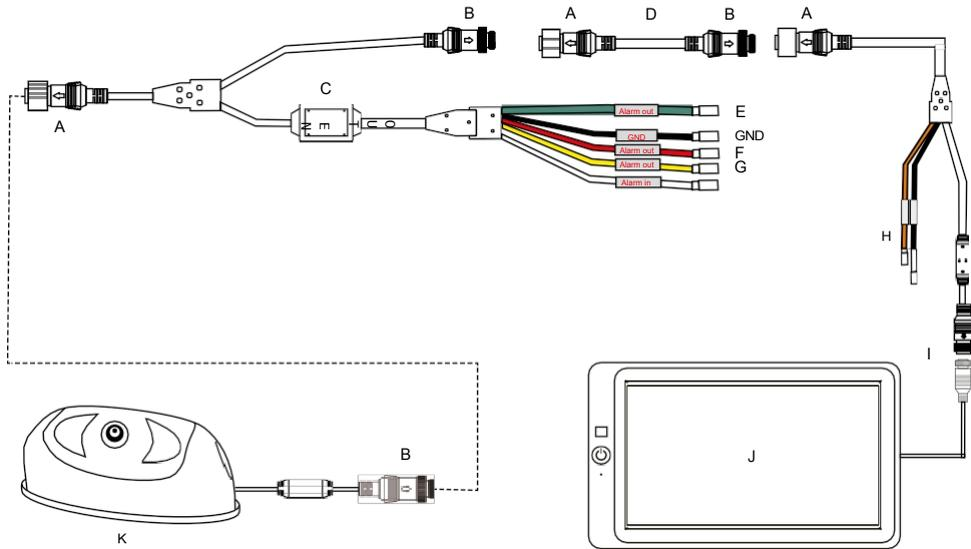

Fig. 4: Conexión del adaptador con 3 salidas de alarma
- **Adaptador 4:** Salidas de alarma para 3 zonas (Fig. 4)